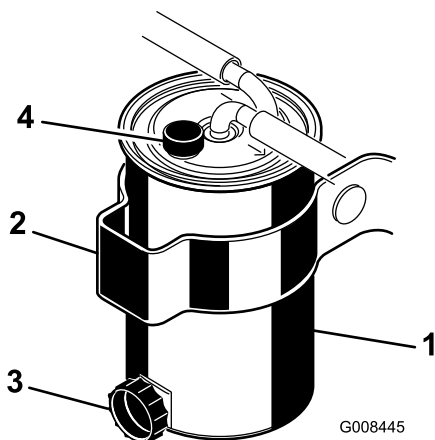

Figura 47
- Limpe a zona de montagem do recipiente do filtro (Figura 47).
- Abra o tampão de drenagem e válvula de respiro (Figura 47).